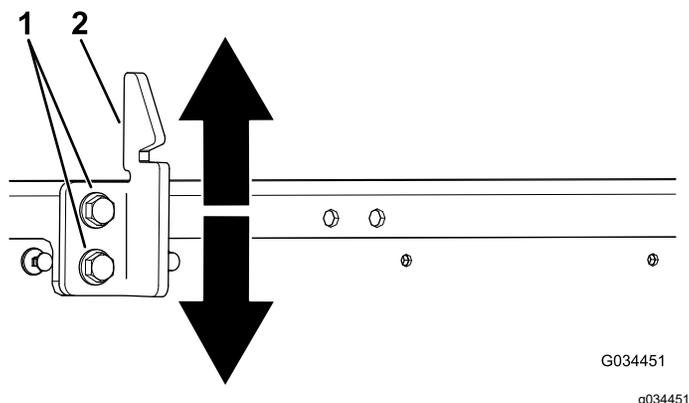

Figura 53
3. Allentate i 2 bulloni sul gancio di chiusura del cassone e spostate il gancio su o giù, a seconda se è troppo alto o troppo basso (Figura 53).
4. Serrate i 2 bulloni sul gancio di chiusura del cassone (Figura 53).